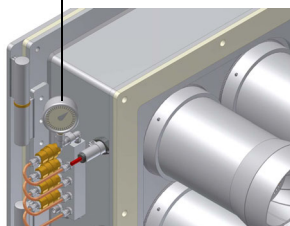

Рис. 7
- 9 Давление питания форсунки уже отрегулировано заранее на заводе-изготовителе и не должно изменяться. Только в случае необходимости, отрегулировать давление питания (см. соответствующий параграф) следующим образом: установить манометр в положение, указанное на Рис. 7, воздействовать на регулировочный винт **VR** насоса (см. Рис. 6) до получения на форсунке давления в 20 бар (форсунки Bergonzo - см. график на Рис. 5);